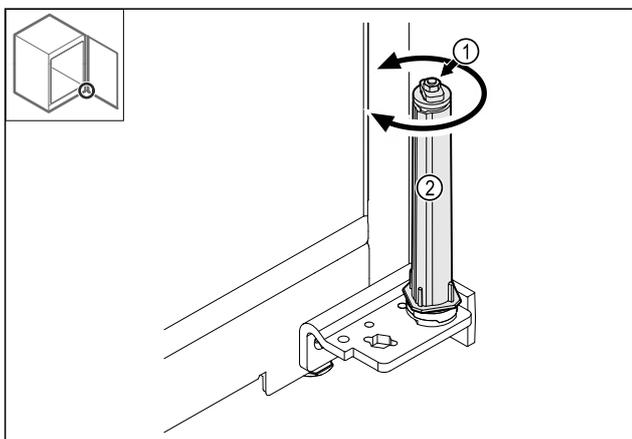

Fig. 43
- Ne pas démonter le raccord vissé Fig. 43 (1) du système de fermeture.
- Faire tourner le système de fermeture Fig. 43 (2) jusqu'à entendre un clic.